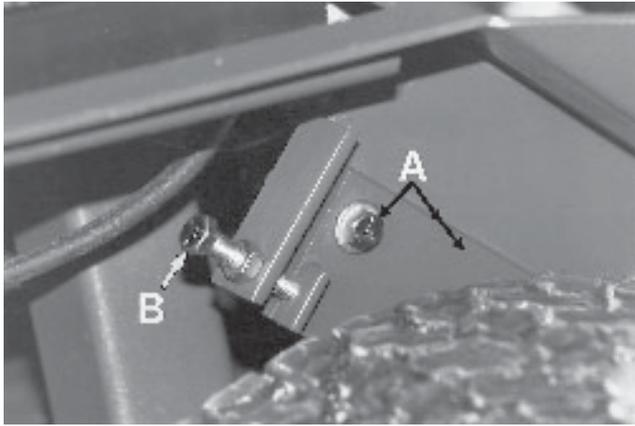

Fig.18
**CHAIN TENSION:** Wheel drive, each wheel (Fig.18)
**KETTINGSPANNING:** Wielaandrijving, elk wiel (Afb. 18)
**TENSION DE CHAINE:** Roue d'entraînement, chaque roue (Fig.18)